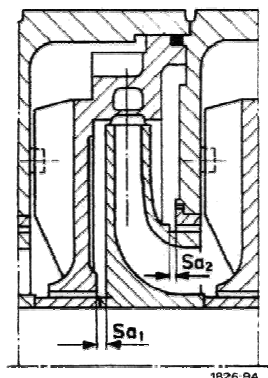

Figura 35 – Folga axial total
3. Parafusar no eixo e apertar firmemente a luva protetora do eixo (524.2). Controlar a folga axial de 0,3 mm, entre rotor (230) e bucha protetora (524.2). Eventualmente ajustar, mediante retoque da bucha distanciadora (525.1) - vide figura 35.